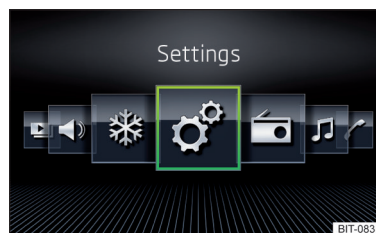

Abb. 177
- Die Option **Raster-Anzeige** » Abb. 176 oder **Horizont. Anzeige** » Abb. 177 wählen.